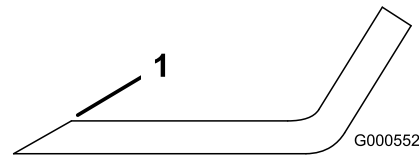
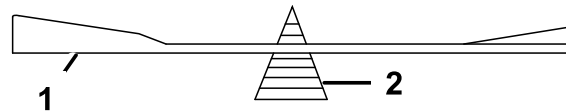

Figure 41
Figure 42
1. Au moyen d'une lime, aiguiser les tranchants aux deux extrémités de la lame (Figure 41). Veillez à conserver l'angle de coupe d'origine.
2. Vérifiez l'équilibre de la lame en la plaçant sur un équilibreur (Figure 42). Si la lame reste horizontale, elle est équilibrée et peut être utilisée. Si la lame est déséquilibrée, limez un peu l'extrémité de la partie incurvée seulement (Figure 41). Répétez la procédure jusqu'à ce que la lame soit équilibrée.